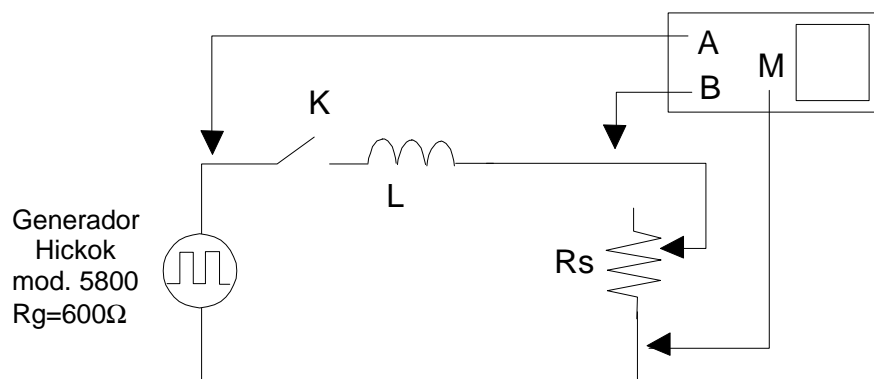

Figura 3.2
4. Un circuito RL serie está alimentado por una generador de señales el cual a su salida produce una onda cuadrada de frecuencia 1500Hz y que posee una resistencia interna de 600Ω , tal como se muestra en la figura 3.2; si la resistencia es de 30Ω y la inductancia de 35mH , ¿cual es la constante de tiempo del circuito?. Realizar un esquema gráfico de la forma de onda de la corriente, expresando la escala de tiempo en función de la constante de tiempo del circuito.
Se dispone de una bobina de inductancia $L=35mH$ (bobina de 1200 espiras, sin núcleo) y $L=232mH$ (bobina de 1200 espiras, con núcleo simple). Medir con el óhmetro su resistencia interna R_L . Ajustar el reóstato a un valor de $R_S = 30\Omega$ y tomar nota de la resistencia interna del generador R_G . Armar el circuito de la figura 3.2 y ajustar el generador en su tensión máxima a una frecuencia adecuada. Después de cerrar el interruptor K, analizar la forma de onda obtenida en el osciloscopio. Dibuje las señales observadas.